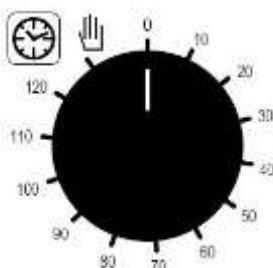

Fig. 3
**Programmazione tempo di cottura** - La messa in funzione del forno si effettua ruotando la manopola del programmatore (Fig. 3) in corrispondenza del simbolo  (funzionamento continuato) o in corrispondenza del tempo scelto per la cottura (fino a 120 minuti); nel secondo caso la fine della cottura viene segnalata dallo spegnimento automatico del forno.